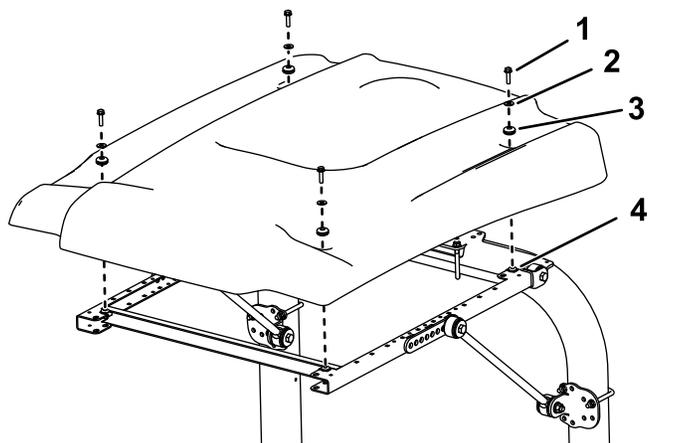

**図 37**
9. サンシェードのフレームの左右それぞれの側で、取り付けブラケットの後ろと中央の穴とに延長リンクを仮止めするボルト $\frac{1}{2} \times 1\frac{1}{2}$ " 2 本、フランジナット $\frac{1}{2}$ " 2 個を使用して **図 37** のように取り付ける。
10. 各延長リンクの外側にブレースを取り付けるボルト $\frac{1}{2} \times 2\frac{1}{2}$ "、ワッシャ $\frac{1}{2}$ "、フランジナット $\frac{1}{2}$ "を使用して、**図 37** のように取り付ける。
11. 各ブレースに、ブレースブラケットを仮止めするボルト $\frac{1}{2} \times 2\frac{1}{2}$ "、ワッシャ $\frac{1}{2}$ "、フランジナット $\frac{1}{2}$ "を使用し、図 37のように取り付ける。